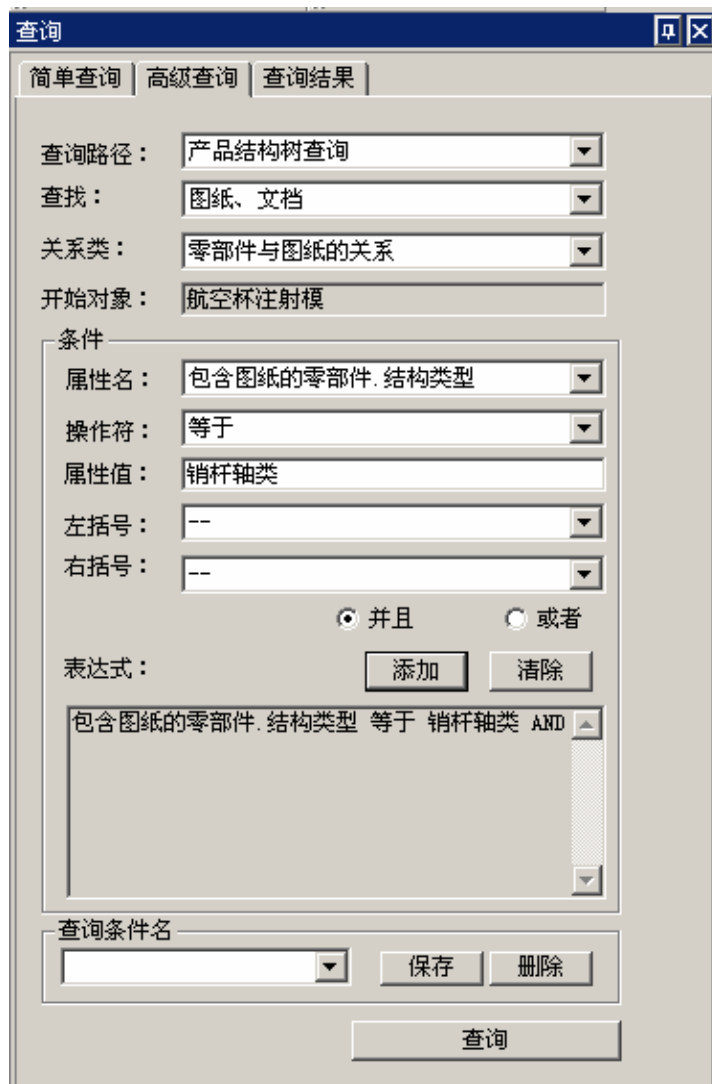

图 9-7 高级查询示例
- 3) 在高级查询界面下，属性名选中包含图纸的零部件. 结构类型，操作符选择等于，属性值输入销杆轴类，点击添加按钮，如图 9-7